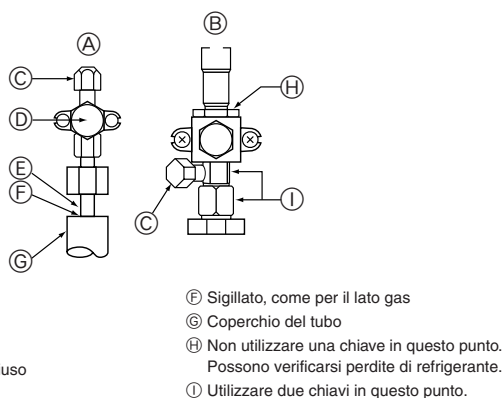

Fig. 4-5
4.4. Tubo del refrigerante e metodo di verifica tenuta (Fig. 4-5)
- Accertarsi che le valvole di arresto (A) e (B) siano chiuse e non aprirle.
- Aggiungere pressione ai tubi del refrigerante attraverso il punto per gli interventi di servizio (C) della valvola di arresto (A) e della valvola di arresto (B).
- Un calo di pressione nelle fasi (2) o (3) indica una perdita di gas. Cercare le cause della perdita.